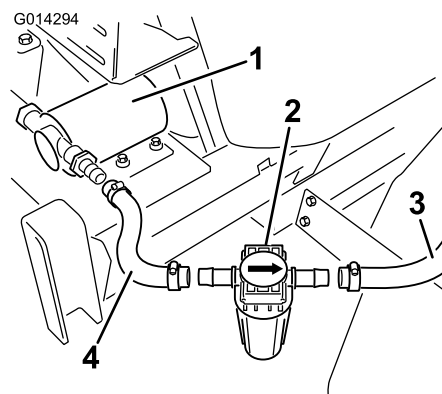

Bild 23
2. Setzen Sie den Inlinefilter in die offenen Enden der Schläuche ein, die von der Pumpe und den Spüldüsen kommen (Bild 23).